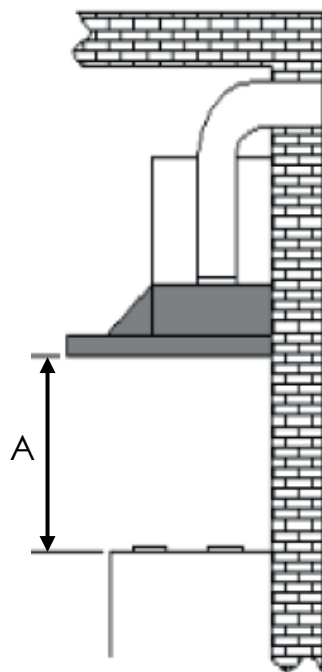

Fig. 3
La distance « A » entre la partie la plus basse de la hotte et la surface d'appui des ustensiles de cuisine doit être de 65 cm au minimum en cas de plaque de cuisson au gaz (Fig. 3).
- Placez le corps de la hotte contre le mur, en respectant une distance minimale de 65 cm entre le bord inférieur de la hotte et la surface d'appui des ustensiles de cuisine sur la plaque de cuisson (Fig. 3).